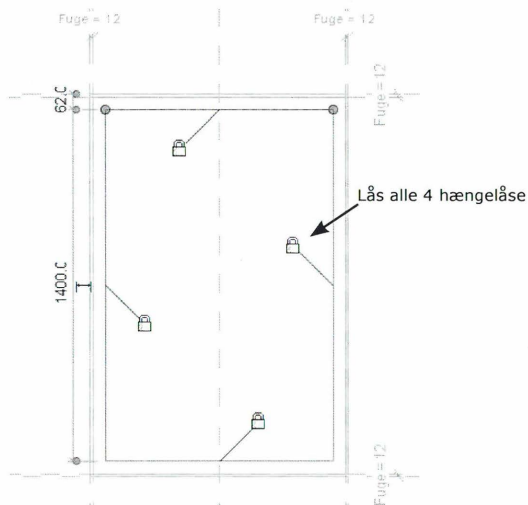

Fig. 08.51. Tegn omridset af glasset og lås den fast til karmen.
- Lås alle hængelåsene, så glasset følger karmen, når størrelsen på vinduet ændres (Fig. 08.51).